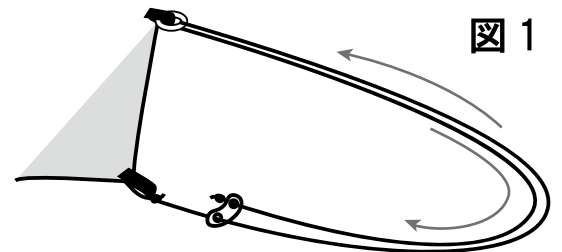

図 1
- ① 背面用ゴムロープが結ばれていない場合、軒両端部分に結びます。(図 1)